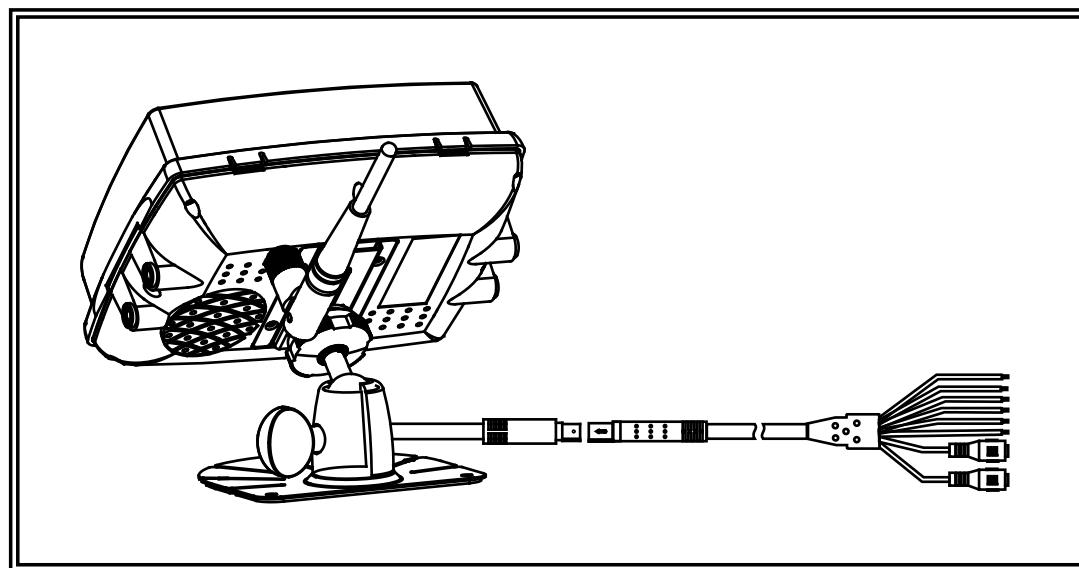

Figure 6
3. Connectez le moniteur à l'aide du câble AV et du câble de conversion d'alimentation (Figure 6)